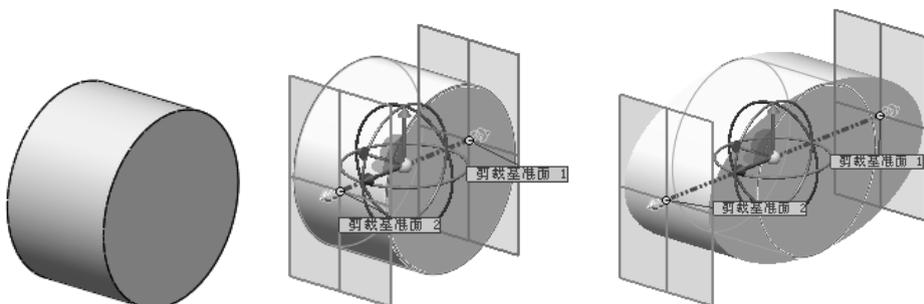

图 3-24
- 伸展：将实体模型沿着指定的方向进行延伸，如图 3-24 所示。